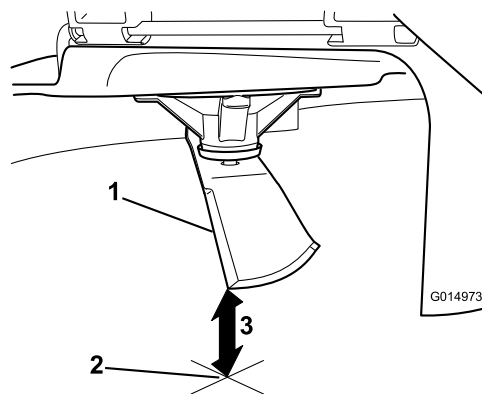

Figura 49
3. Mida desde la punta de la cuchilla hasta la superficie plana (**Figura 49**).